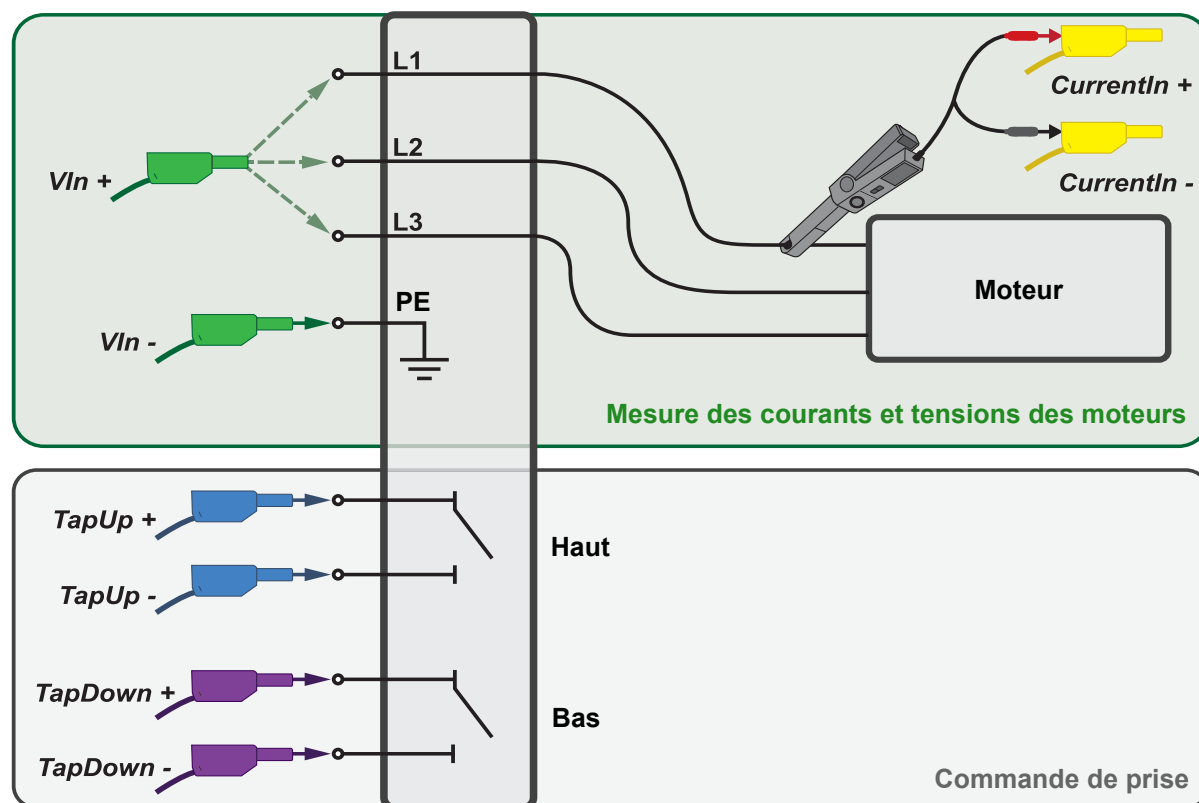

Figure 4-2: Schéma de connexion du câble du changeur de prises au changeur de prises
- III. Raccorder le câble du changeur de prises aux bornes appropriées de l'armoire de commande du transformateur (voir la figure 4-2 ci-dessous).